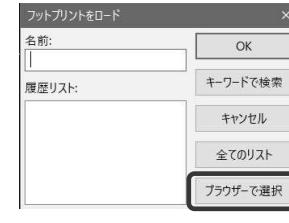

図 10-5
- ① グリッドを $1.0000\text{mm}$ (39.37 mils)にします。
- ② 右ツールバー 「フットプリントを追加」を選択します。
- ③ 基板上の適当な位置をクリックします。
- ④ 「フットプリントのロード」ダイアログの[ブラウザーで選択]をクリックします。右図10-5